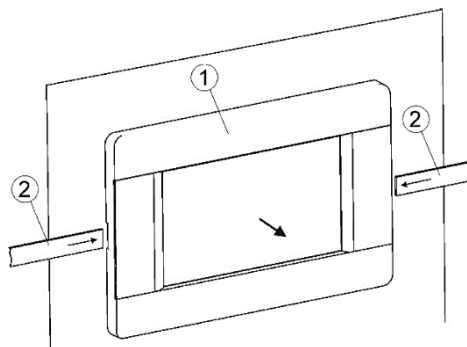

Figura 12. Smontaggio del pannello di controllo
Per sostituire il pannello di controllo (1), è necessario rimuoverlo dall'alloggiamento presente sullo sportello della caldaia. Inserire oggetti piatti idonei (2) nelle fessure indicate in figura 12. Questo farà scattare i fermi del pannello, consentendone l'estrazione.